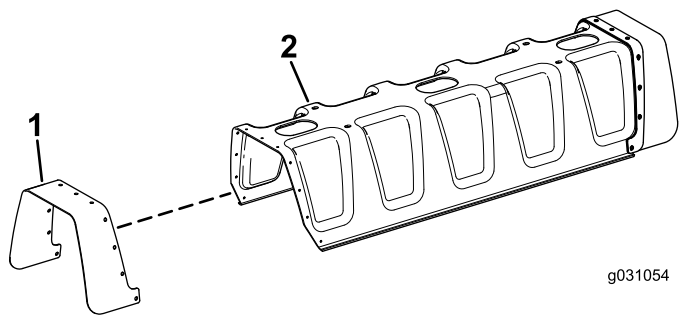

Bild 2
1. Fluchten Sie die Löcher in der Gummiabdeckung mit den Löchern in der mittleren Auslegerabdeckung aus (Bild 2).